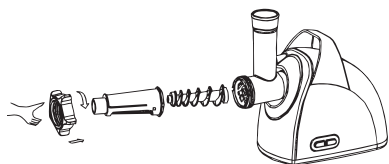

Рис.14
- 7.6.4 Установите фиксирующее кольцо и затяните его (Рис.14).